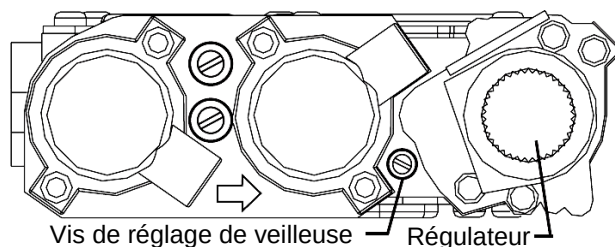

Figure 49. Réglage manuel des flammes.
2. **FLAMME DE LA VEILLEUSE** : On peut surveiller la flamme de la veilleuse située sous la bûche arrière. Voir fig. 47. La flamme de veilleuse doit être stable – sans vaciller, diminuer ni augmenter. La flamme doit être de couleur bleue autour du capuchon de veilleuse, avec des traces de jaune près des bords externes. La flamme de veilleuse doit couvrir 1/8 po du détecteur de flamme. La flamme de veilleuse, qui sort de l'orifice par le capuchon de veilleuse, doit être dirigée vers les trous perforés du plateau de brûleur. Ajustez la flamme de veilleuse par la vis de réglage située à gauche du régulateur de la valve (voir fig. 49).